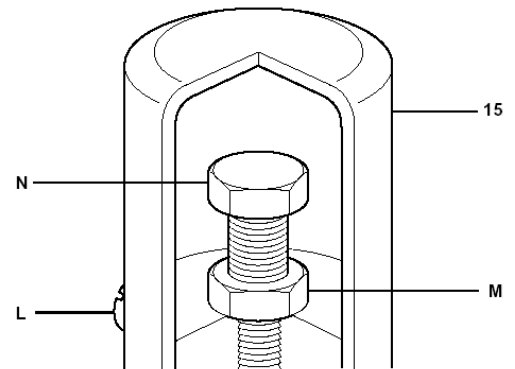

Fig. 5
- Dévisser les deux vis (L), déposer le couvercle en plastique (15, fig. 5) et relâcher l'écrou de blocage (M). Si la température de déclenchement requise est supérieure à 60°C, la vis de réglage (N) doit d'abord être tounée de sept tours en sens antihorlogique.
- Tourner doucement la vis de réglage (N) en sens horlogique jusqu'au déclenchement du mécanisme HL 10.
- Redévisser maintenant la vis de réglage (N) de un à deux tours (1 tour = 6°C (10,8°F)) afin d'obtenir une marge entre la température de service normal et la température à laquelle la sécurité se déclenchera.
- Réenclencher le HL 10 (section 6.3), resserrer l'écrou de blocage (M), remonter le couvercle en plastique (15), serrer les deux vis (L).